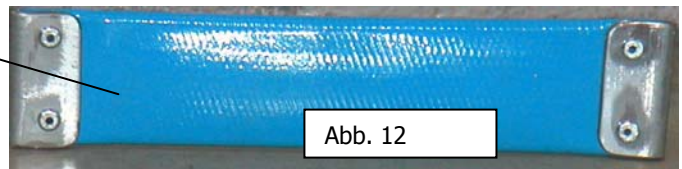

Abb. 12
4. Auswechseln Schweißmembran alle 500/600 h Betriebsstunden (1 Abb. 12)